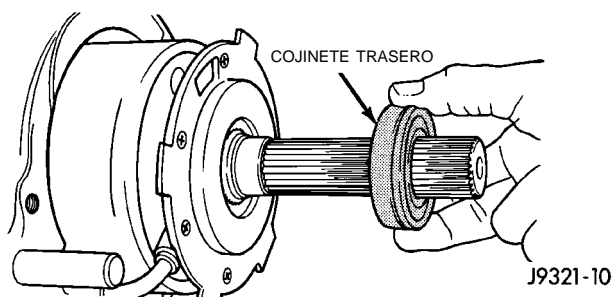

Fig. 77 Instalación del cojinete trasero
- (3) Inserte el tubo de absorción de aceite en la bomba (Fig. 77).
- (4) Instale el cojinete trasero en el eje principal (Fig. 77). La acanaladura del anillo de posición en el cojinete va hacia el extremo del eje principal.